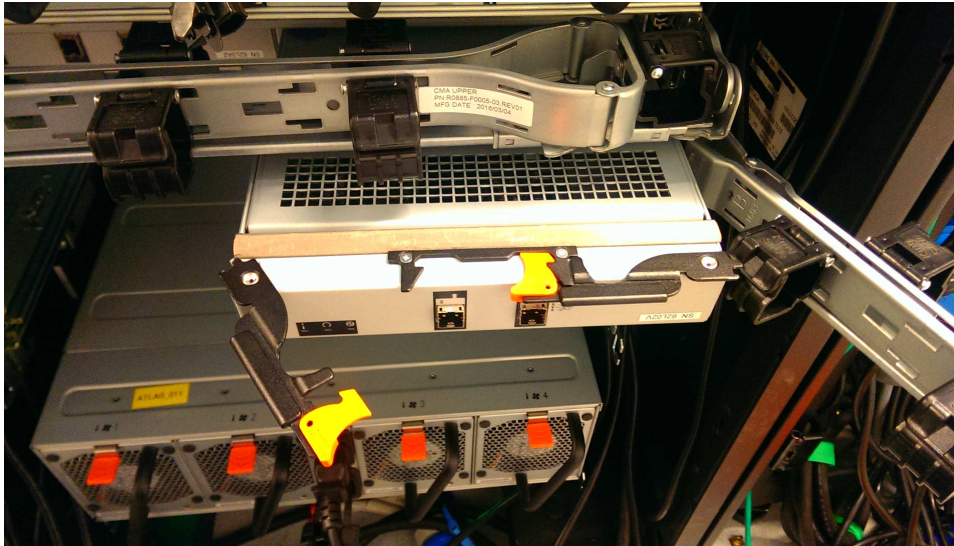

Abbildung 60. Erweiterungseinschub installieren
- Lösen Sie die Winkelverbindung des unteren Kabelträgers, um ihn wegzudrehen (siehe Abb. 60 auf Seite 74).
4. Wurde der Erweiterungseinschub vollständig eingesetzt, drehen Sie die beiden Griffe nach innen, um sie zu verriegeln (siehe Abb. 60).